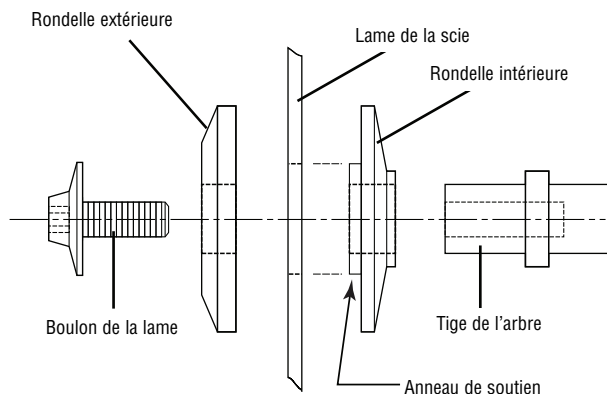

Figure 5. Quincaillerie de la lame
3. Retirez le boulon de fixation de la lame et la rondelle extérieure. Saisissez la lame avec précaution. Faites glisser la lame dans le sens opposé à la rondelle intérieure et faites-la sortir de la tige de l'arbre, puis abaissez-la et positionnez-la à distance de la scie. Laissez la rondelle intérieure sur la tige de l'arbre (voir Figure 5).